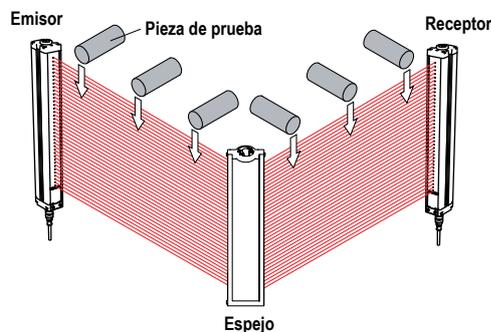

Imagen 29: Prueba de Restablecimiento Automático con Espejo de Esquina
5. Si se utilizan espejos en la aplicación: Pruebe el área definida en cada pata de la trayectoria de detección (por ejemplo, emisor a espejo, entre espejo y receptor, vea Imagen 29 página 38).